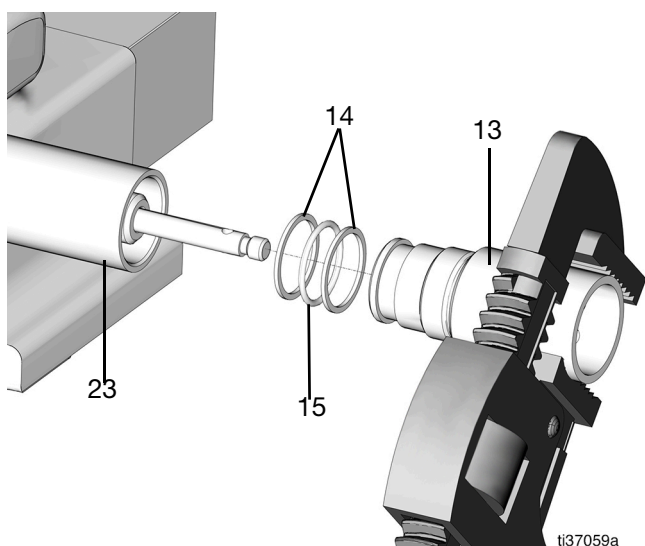

FIG. 38
18. Placez le tube de la pompe dans un étau, protégé par un chiffon, et serrez pour stabiliser le tube du bas de pompe (23) (FIG. 38).
19. Desserrez le tube shovel (13) à l'aide d'un serre-tube et retirez-le du tube du bas de pompe (23) (FIG. 38).
20. Retirez les deux bagues d'appui (14) et le joint torique (15) du tube shovel (13) (FIG. 38).